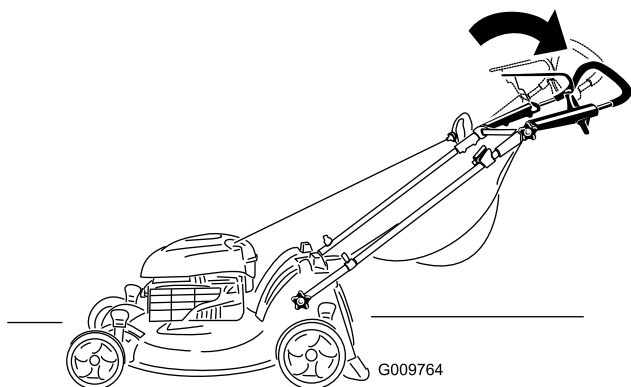

Bild 17
2. Positionieren Sie den oberen Bügel nach Wunsch (Bild 17).